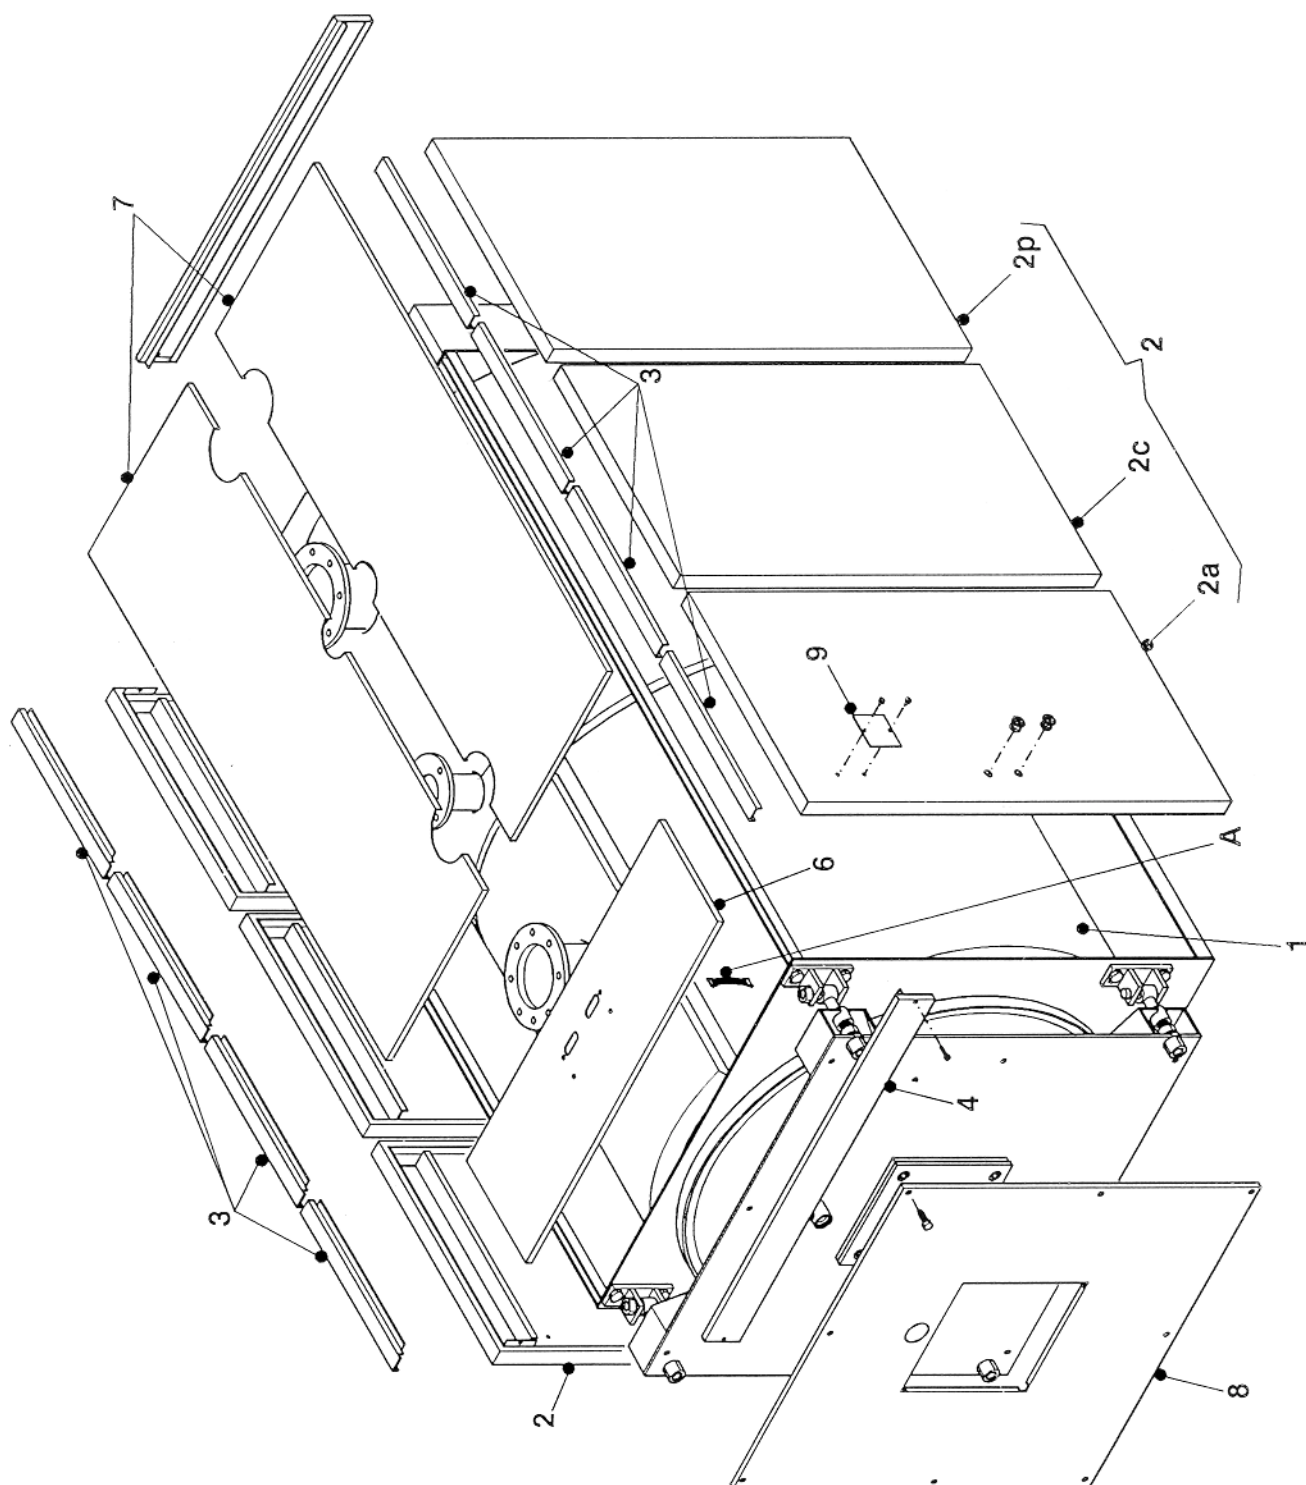

fig. 10
N.B. Per il modello **NOVA PREX 1400** (rif. fig.10), il mantello e l'isolamento sono contenuti in 3 imballi marcati:
N.B. Per i modelli compresi tra **NP1850** e **NP3000** (rif. fig.10), il mantello e l'isolamento sono contenuti in 4 imballi marcati:
Sequenza di montaggio (Rif. fig. 10)